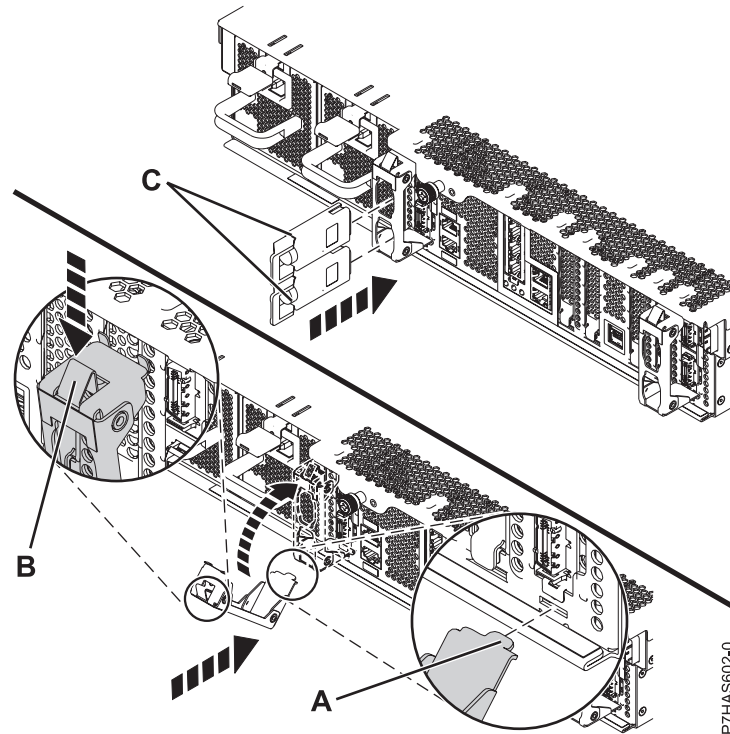

Abbildung 8. Installation der Kabelhalterung
8. Drehen Sie die Kabelhalterung (A) (siehe Abb. 8 auf Seite 11), um die obere Haltezunge der Halterung in den Schlitz in der Baugruppe einzuhaken.